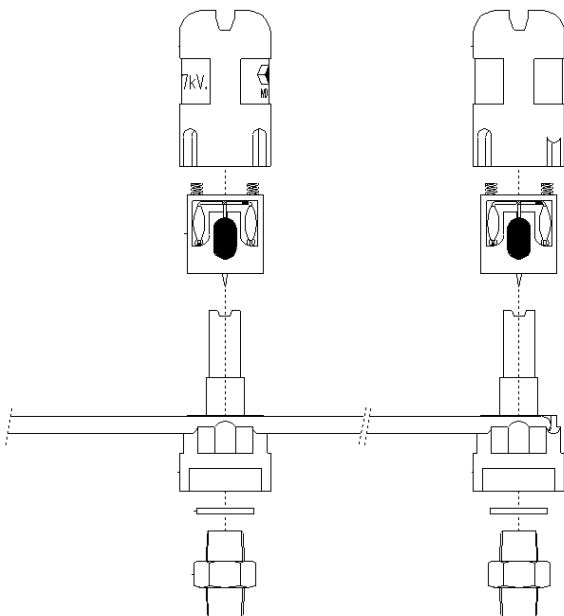

Fig. 3 Configurazione dell'ugello HE
10.2.1. Smontaggio dell'ugello HE (Fig. 3)